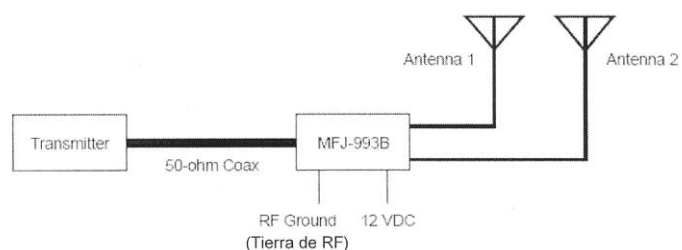

Figura 1. Diagrama de bloques de la instalación
2. Instale el sintonizador entre el transmisor y la antena. Use un cable coaxial de 50 Ω (como el RG-58) para interconectar el transmisor o amplificador al conector marcado TRANSMITTER en el panel trasero del sintonizador. Vea la figura 1 en la página 12.